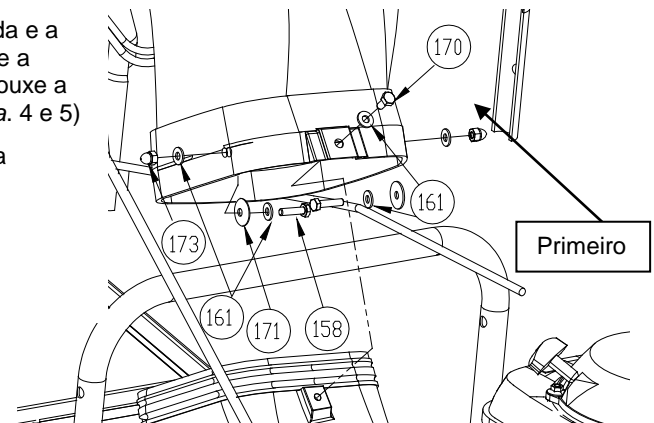

Figura 2
2. Instale primeiramente o parafuso central (item 170) quando estiver alinhado com uma porca na carcaça. (Consulte a *Figura. 2*)
3. Fixe o resto do conjunto do exaustor à carcaça usando os componentes correspondentes. **OBSERVAÇÃO:** Será necessário inserir o parafuso/arruela a partir do interior, chegando ao exaustor. (Consulte a *Figura. 2*)